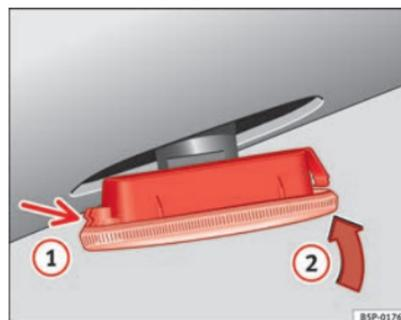

Abb. 183 Seitliche Blinker
- Setzen Sie den Blinker durch Einrasten der Halterungen **(1)** ⇒ Abb. 183 zuerst in die Aufnahme in der Karosserie und anschließend in Pfeilrichtung **(2)** ⇒ Abb. 183 ein. ■